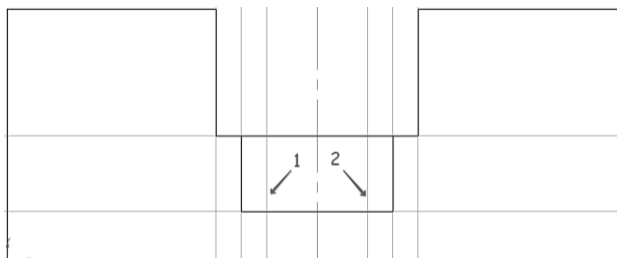

Рис. 105. Построение вспомогательных параллельных прямых
6.3 Постройте две **Вспомогательные прямые** , параллельные осевой линии на расстоянии 8 мм от нее (1 и 2, рис. 105).